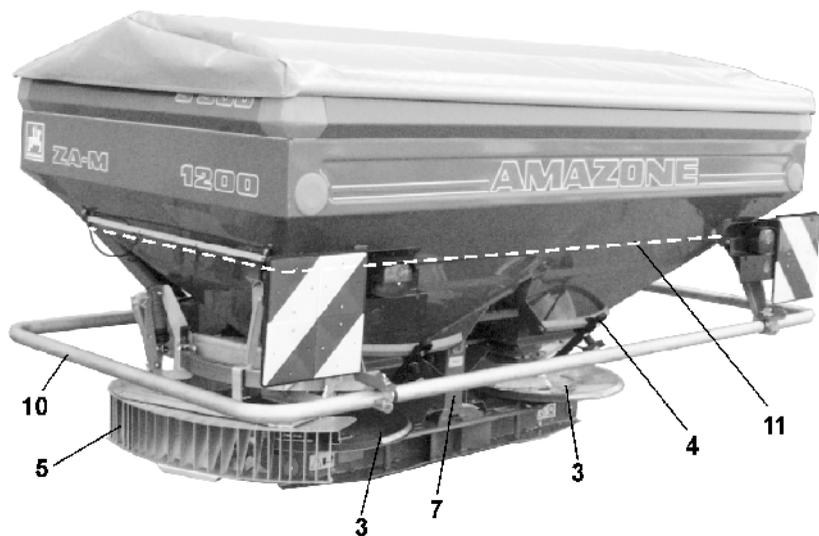

Fig. 2
- Dischi di spandimento Omnia-Set (Fig. 2/3)
- Leva di controllo saracinesche (Fig. 2/4)
- Limitatore per spandimento a bordo campo (Fig. 2/5)
- Catena di protezione per il moto dell'agitatore dell'albero agitatore (Fig. 2/7)
- Tubo di protezione per operazioni con dischi di spandimento OM 24-36 (Fig. 2/10)
- Protezioni tramoggia (Fig. 2/11)